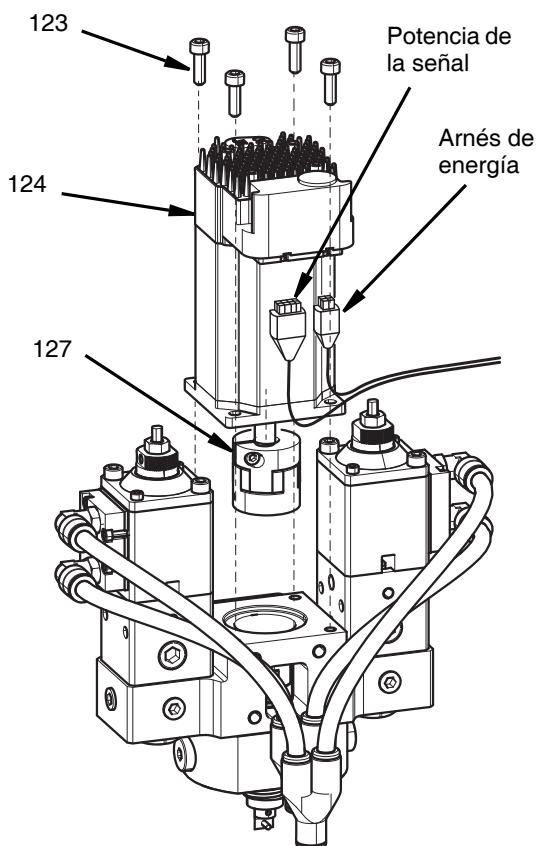

FIG. 35
5. Retire los cuatro tornillos M5 x 16 (123) con una llave Allen de 4 mm.
6. Retire el motor (124). Ver FIG. 35,